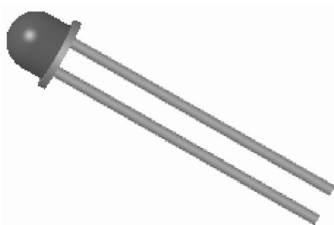

图 6-73 打开模型文件
STEP 01 单击快速访问工具栏中的“打开”按钮, 打开模型文件，如图 6-73 所示。